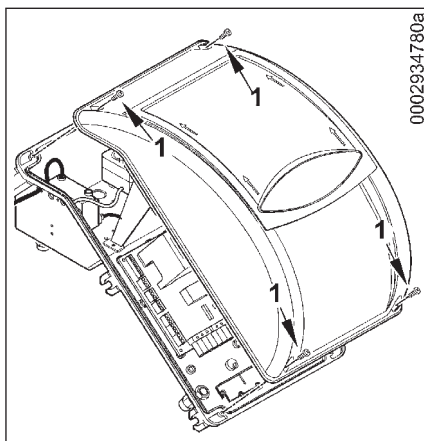

Рис. 1
- Снимите крышку, открутив 4 винта (1), согласно рис.1, при этом не убирайте прозрачное окошко. Таким образом, можно иметь доступ к электрической панели горелки.